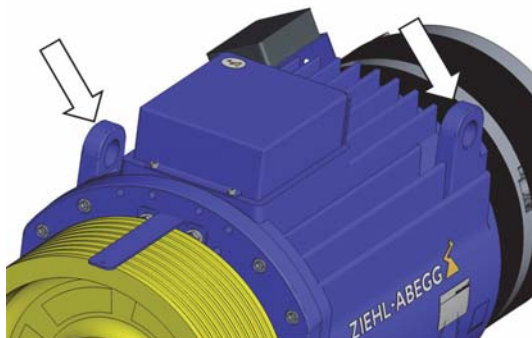

Figure 3-3-2-01 - Emplacement des points d'accrochage
- ▷ uniquement aux points d'accrochage existants (voir la figure 3-3-2-01).